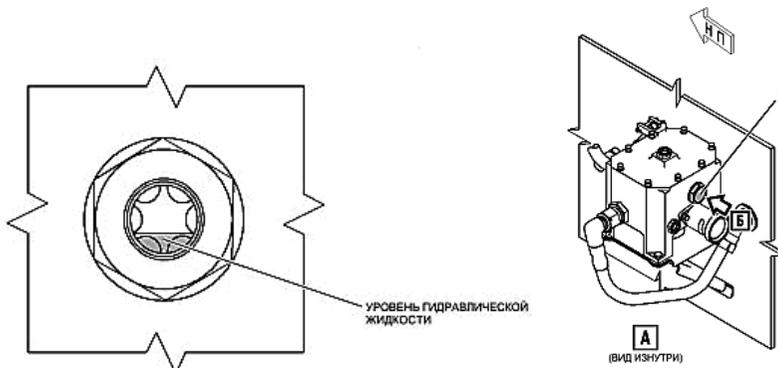

Рис. 17. Визуальный контроль уровня гидравлической жидкости насоса уборки ветродвигателя
Произведите визуальный контроль уровня гидравлической жидкости насоса уборки ветродвигателя и убедитесь в том, что уровень гидравлической жидкости виден в смотровом стекле (1) (рис. 17).